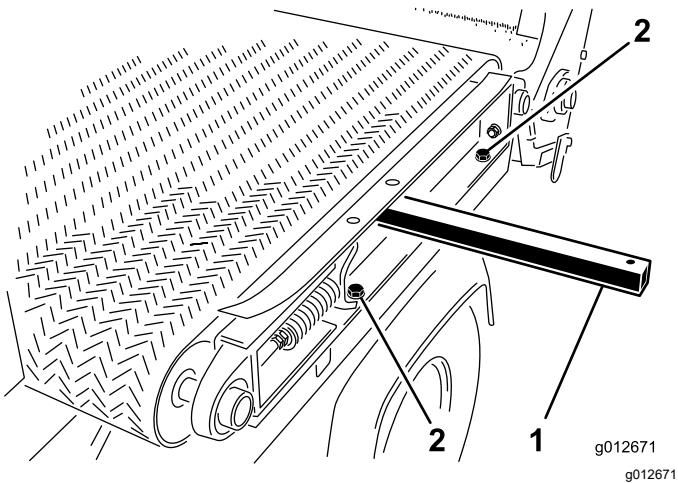

Figura 35
- Sul lato sinistro della macchina, montate la guida del telaio scorrevole al parafango sinistro (Figura 35) con le 2 viti a testa cilindrica e le 2 rondelle che avete rimosso in Smontaggio del pianale scorrevole \(pagina 23\) e serrate le viti a testa cilindrica.